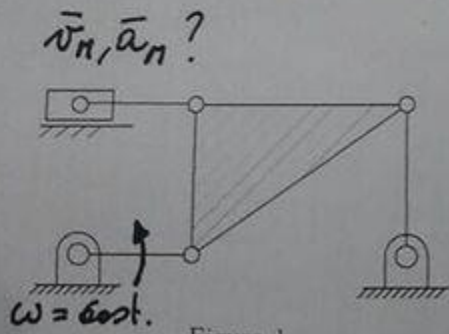

Figura 1
1. Mediante diagrammi polari calcolare velocità ed accelerazione del punto  $M$  appartenente alla biella del meccanismo schematizzato in Figura 1, nell'ipotesi che siano  $\vec{v}$  ed  $\vec{a}$ , rispettivamente, le velocità e l'accelerazione del pattino. (N.B. I diagrammi possono essere tracciati in maniera qualitativa, ma evidenziando sempre parallelismi e perpendicolarità).
- Utilizzando i diagrammi polari, eseguire qualitativamente l'analisi cinematica del meccanismo articolato schematizzato in Figura 1.
- (3CFU) Per il manovellismo di spinta centrato schematizzato in Figura 1, dedurre le equazioni delle polari del moto biella-telaio in forma cartesiana parametrica e si rappresentino graficamente. Biella e manovella hanno la medesima lunghezza.